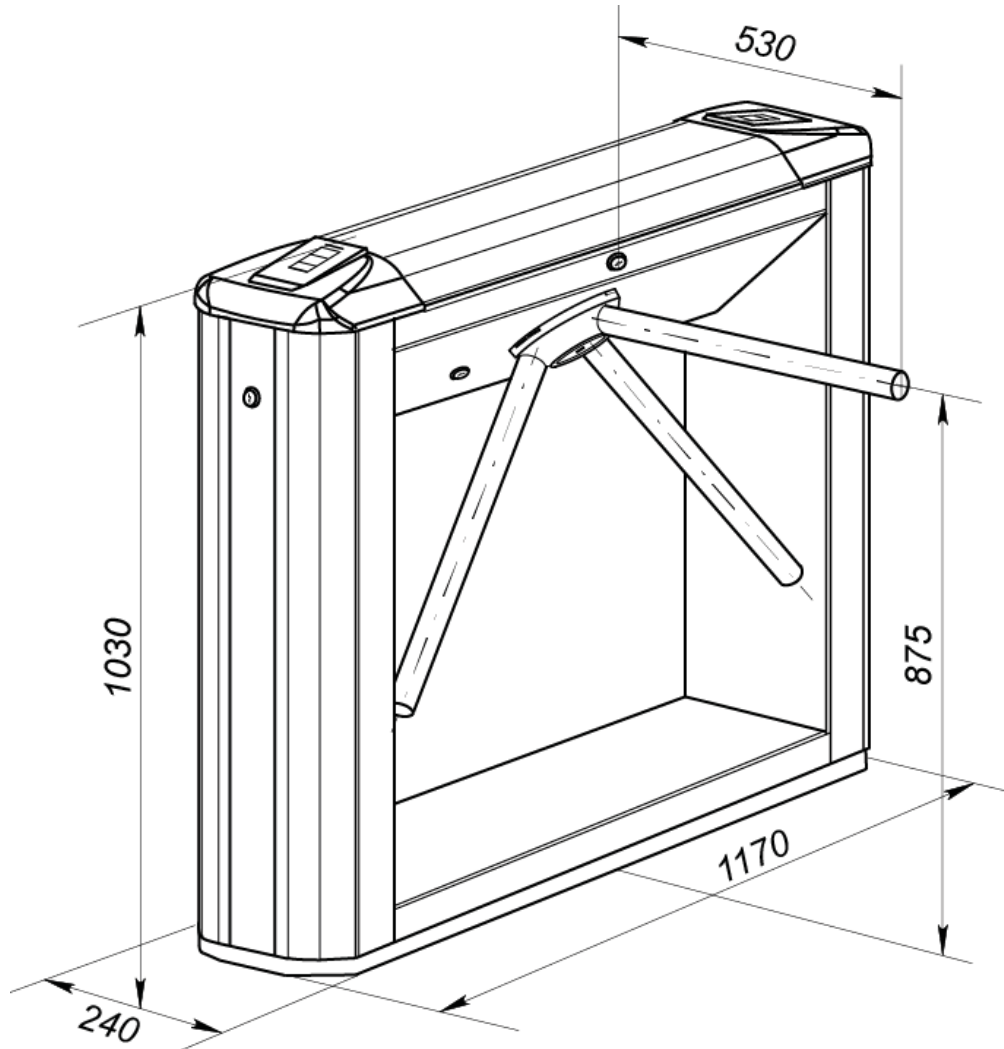
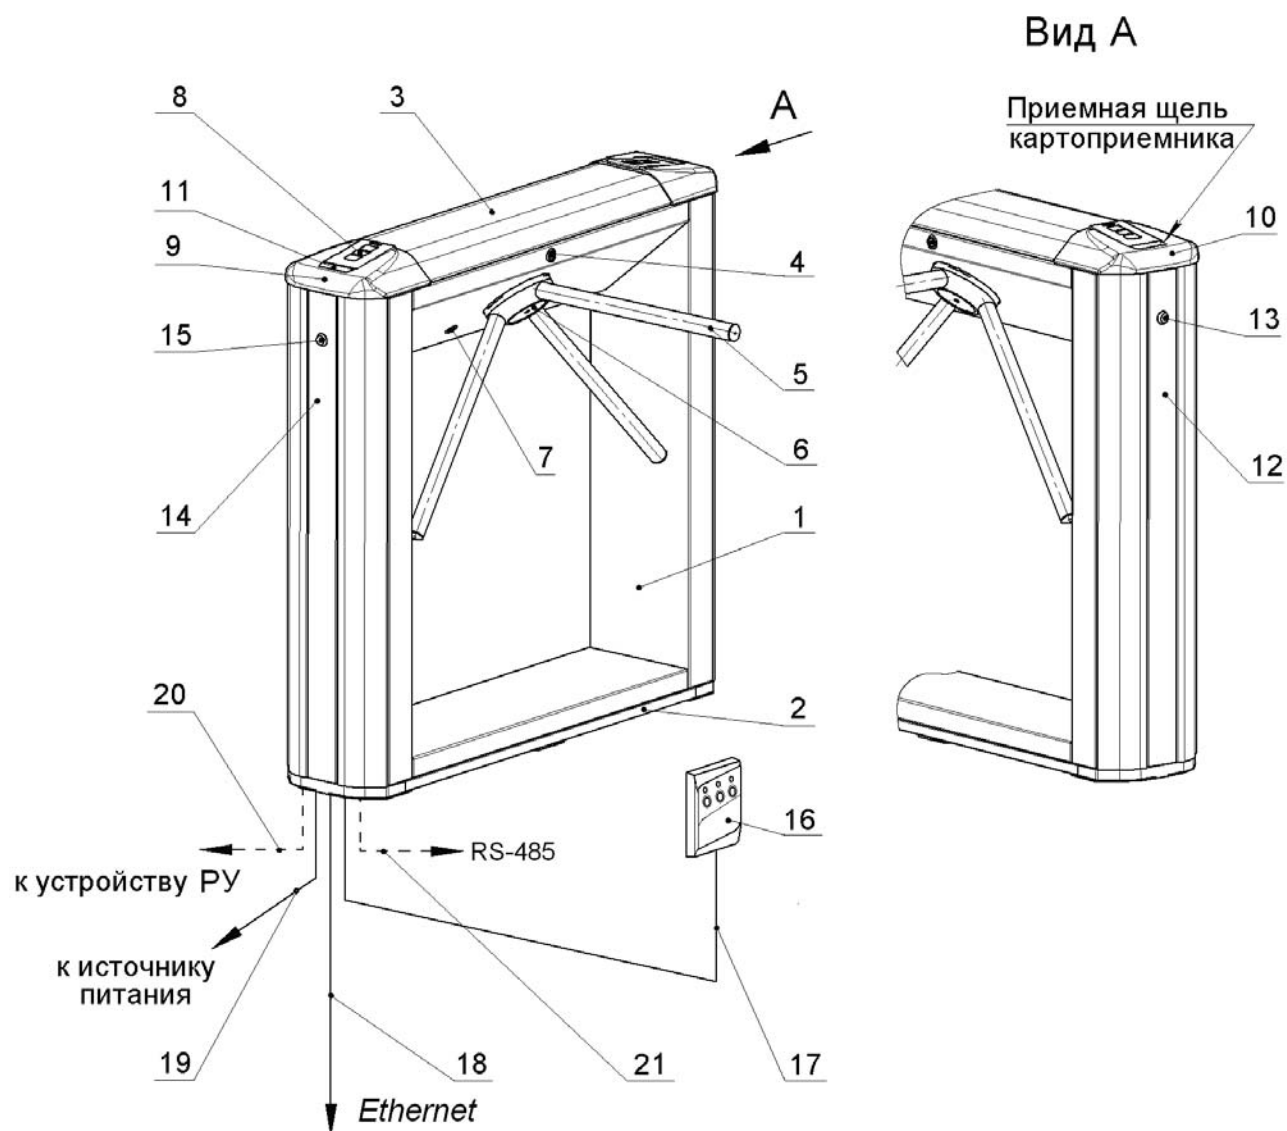

Рисунок 1 Габаритные размеры ЭП
Рисунок 2 Устройство ЭП
Габаритные размеры (длина × ширина × высота) (см. рис. 1), мм:
5.2.1 Устройство ЭП показано на рис. 2. Номера позиций в тексте руководства указаны в соответствии с рис. 2.
ЭП состоит из стойки со встроенными в нее контроллером, двумя считывателями и картоприемником, трех преграждающих планок и ПДУ (см. рис. 2, позиции 1-3, 5 и 16). Стойка крепится к полу четырьмя анкерами через отверстия в основании (2). Габаритные размеры ЭП показаны на рис. 1.